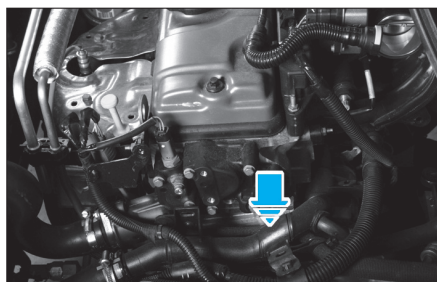

Fig. 12
- la vis de fixation (flèche) du démarreur (Fig.12).